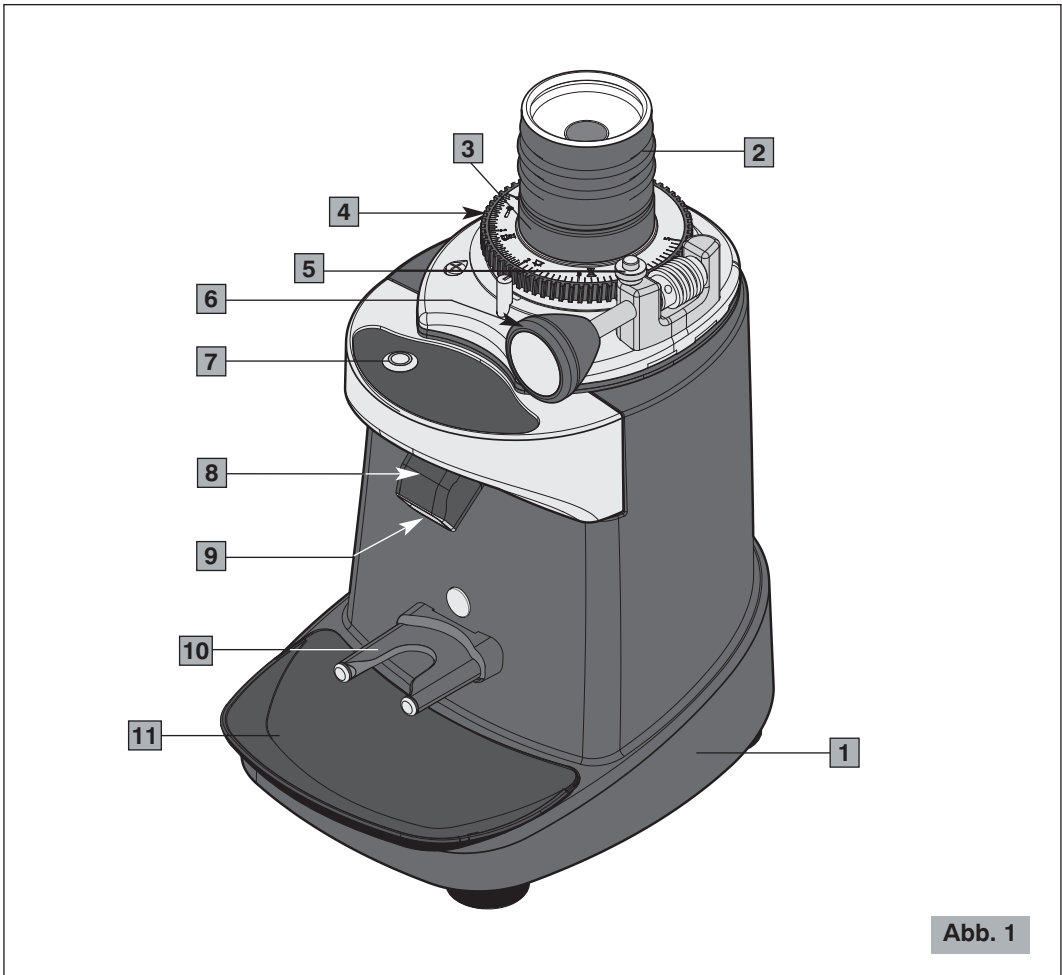
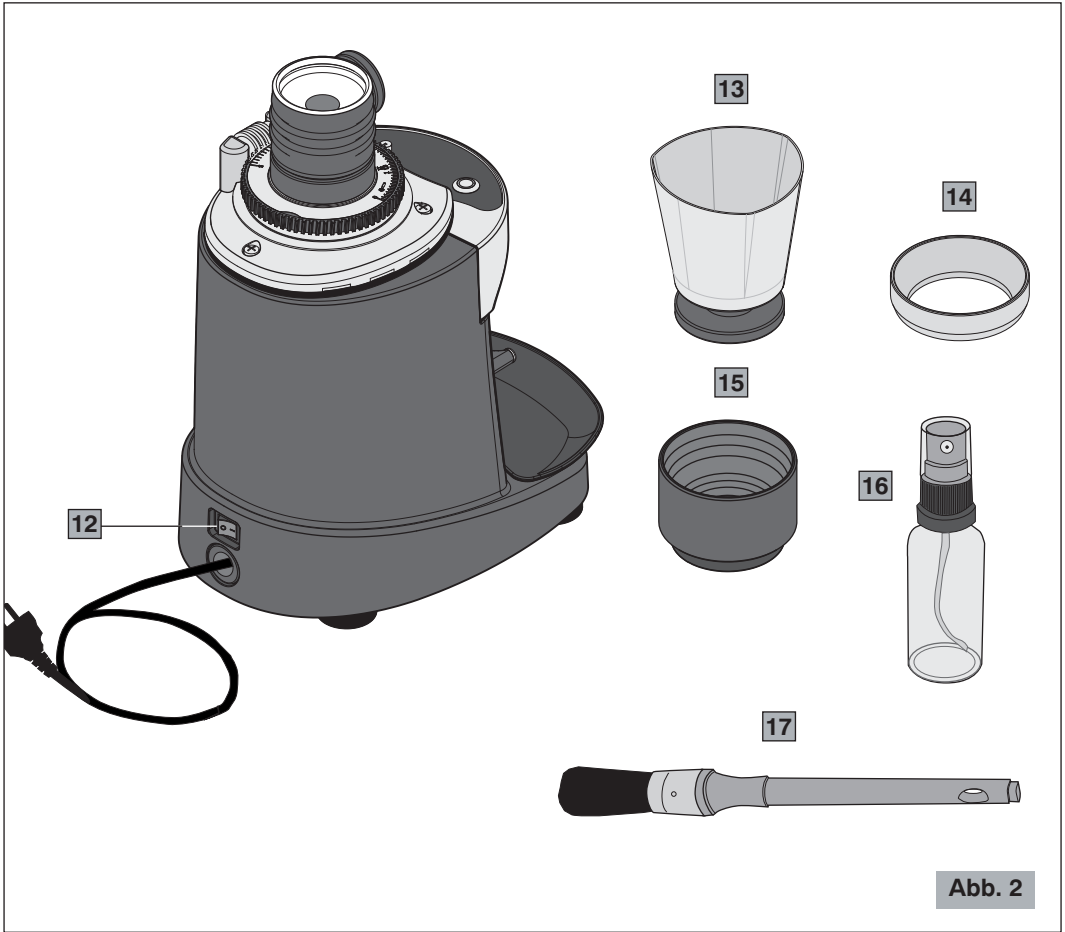
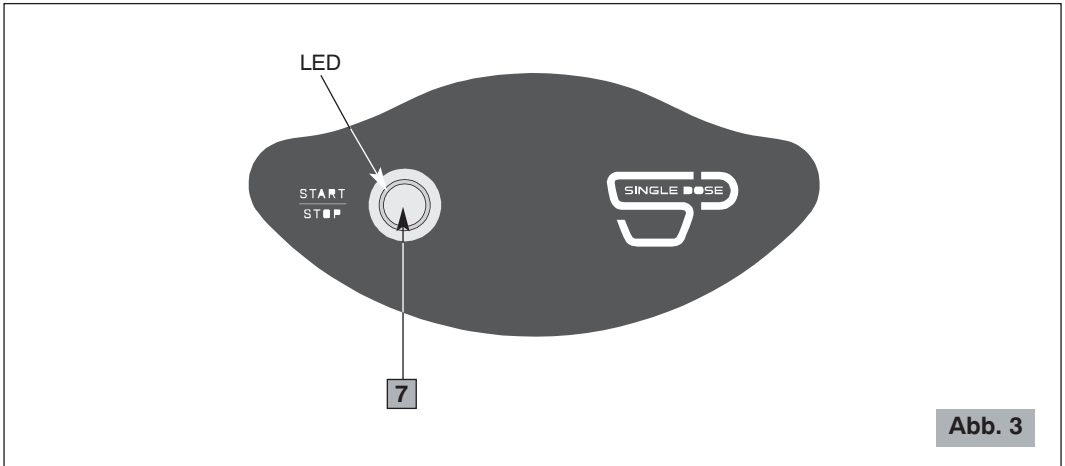

Abb. 1
Abb. 2
Abb. 3
Une autre correction du degré de mouture est possible en tournant le bouton de réglage de la mouture (6 Fig. 1) (voir Fig. 4).
- Il est possible d'accélérer les opérations de réglage en tournant la bague dentée (4 Fig. 1) directement (voir Fig. 5 - 1, 2, 3) après l'avoir débloquée en dévissant et en pressant le bouton de déblocage (5 Fig. 1) et en éloignant le bloc de réglage.
- Utiliser un pinceau pour nettoyer les zones moins accessibles à son intérieur. Pour faciliter le nettoyage, retirer le couvre-bouche de sortie (8 Fig. 1).
Le moteur se bloque.	<ul style="list-style-type: none">• Si à cause d'un réglage erroné de la mouture ou de la présence d'un corps étranger dans les meules, le moteur se bloque, essayer à augmenter la granulométrie au maximum en manoeuvrant dans le sens des aiguilles d'une montre la bague de réglage (4 Fig. 1). Si cela ne suffit pas, alors arrêter l'appareil, débrancher la fiche de courant et s'adresser à du personnel technique qualifié.
Hauptkomponenten (Abb. 1, Abb. 2, Abb. 3)
- 3 Den Filterhalter auf der Auflagegabel (10 Abb. 1) positionieren (mit oder ohne mitgelieferten Trichter 14 Abb. 2). Wenn der Kaffee in den mitgelieferten Behälter gefüllt werden sollte, muss er mit seinem Boden in der Auflagegabel eingesetzt werden.
- 4 Den Motor mit der Start-/Stopp Taste (7 Abb. 1) starten.
- 6** Die gewünschte Kaffeebohnenmenge in die Öffnung des Faltenbalgs (2 Abb. 1) füllen.
Wenn die Led der Taste (7 Abb. 1) zu blinken beginnt und man stellt fest, dass die verbleibende Zeit nicht ausreicht, um alle Kaffeebohnen zu mahlen, muss die Start-/Stopp-Taste neuerlich gedrückt werden.
- 7** Nachdem alle Kaffeebohnen gemahlen wurden, mit der Handfläche leicht auf den Faltenbalg (2 Abb. 1) schlagen; darauf achten, dass die Öffnung vollständig bedeckt ist, damit der gemahlene Kaffee herunterfallen kann.
- 8** Die Auswurfsöffnungsabdeckung entfernen (8 Abb. 1) und den restlichen, gemahlene Kaffee mit dem mitgelieferten Pinsel herunterfallen lassen (17 Abb. 2).
Funktionen der Start-/Stopp-Taste und der Mahlzeit (7 Abb. 1)
Eine weitere Korrektur des Mahlgrads kann vorgenommen werden, indem der Einstellknopf zum Mahlen (6 Abb. 1) gedreht wird (siehe Abb. 4).
- Es ist möglich, die Einstellvorgänge zu beschleunigen, indem der Zahnring (4 Abb. 1) direkt gedreht wird (siehe Abb. 5 - 1, 2, 3) nachdem er zuvor durch Abschrauben und Drücken der Entriegelungstaste (5 Abb. 1) entriegelt und der Einstellblock weggeschoben wurde.
- Für schwer zugängliche Bereiche ein Pinsel zur Reinigung benützen. Um die Reinigung zu erleichtern, die Auswurföffnungsabdeckung entfernen (8 Abb. 1).
Der Motor ist blockiert.	<ul style="list-style-type: none"> • Wenn sich aufgrund einer falschen Mahleinstellung bzw. bei Anwesenheit eines Fremdkörpers in den Mahlscheiben der Motor blockieren sollte, muss die Korngröße bis aufs Maximum erweitert werden, indem der entsprechende Einstellring zum Mahlen im Uhrzeigersinn betätigt wird (4 Abb. 1). Andernfalls muss das Gerät ausgeschaltet, der Stecker von der Steckdose entfernt und ein technisch ausgebildetes Personal zu Rate gezogen werden.